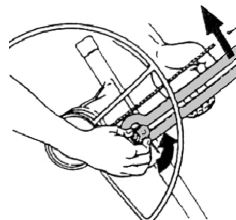

Fig. 11
6. Levez la barre coulissante avec votre main gauche lorsque vous déverrouillez le verrou de la barre coulissante en le tournant dans le sens antihoraire avec votre main droite (fig. 11).